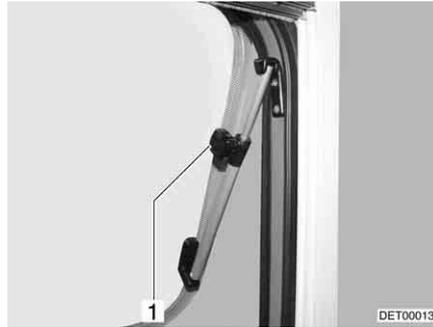

Fig. 99 Oblò con deflettori a rotazione, aperto
- Aprire l'oblò fino alla posizione desiderata e fissarlo mediante il pomello zigrinato (Fig. 99,1).
- Ruotare il pomello zigrinato (Fig. 99,1) fino a che l'arresto viene sbloccato.